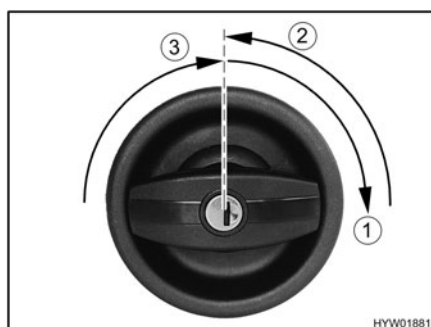

Fig. 20 Cerradura de la puerta de entrada, en el exterior, abrir
- Introducir la llave en el cilindro de cierre y girar en sentido de las agujas del reloj (Fig. 20,1) hasta que esté desbloqueada la cerradura de la puerta.
- Girar hacia atrás la llave a la posición central (Fig. 20,2) y extraerla.
- Girar el puño de la puerta en sentido de las agujas del reloj (Fig. 20,3), hasta que se desbloquee la cerradura de la puerta.